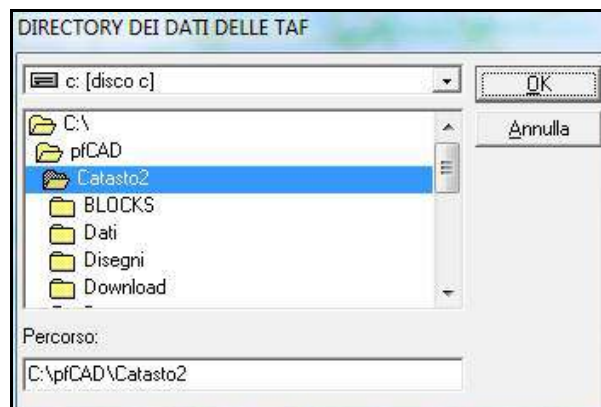

FIGURA 5.10
- **5.2.2 - IMPORTA DIRECTORY:** Attraverso questo comando si importa la directory nella quale è memorizzato il file taf. Selezionando questa voce compare la finestra riportata nella figura 5.10.